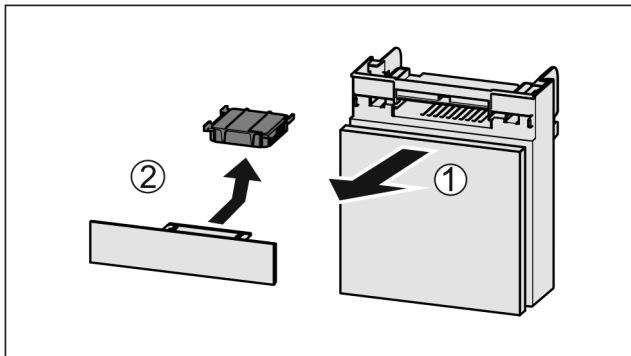

Fig. 63
- ▶ Extraire le compartiment par l'avant Fig. 63 (1).
- ▶ Sortir le filtre à charbon actif Fig. 63 (2).